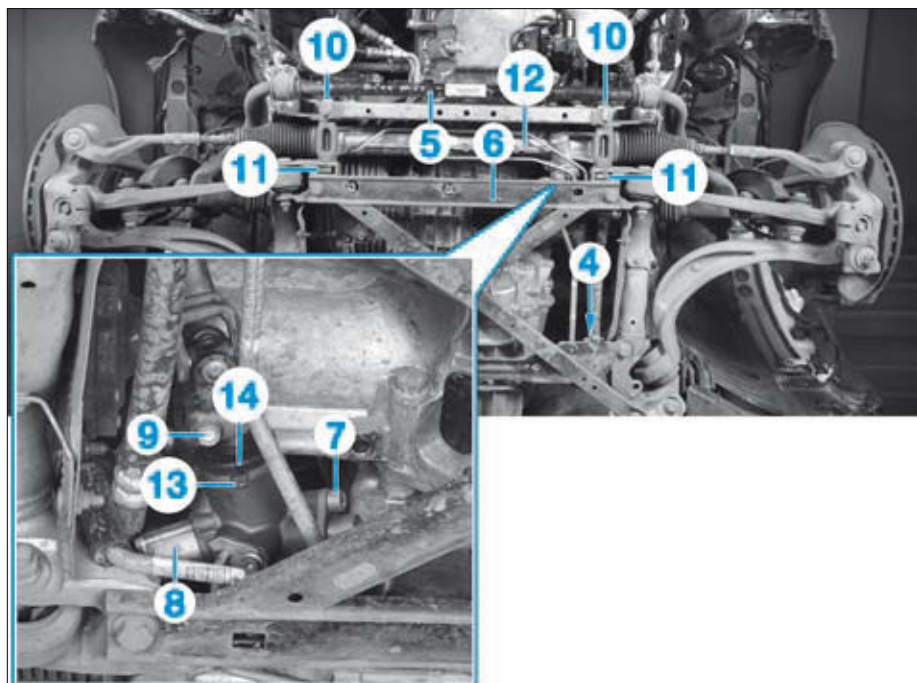

FIG. 13
- la vis du support des canalisations (4) (Fig.13),
- la barre stabilisatrice (5),
- le renfort de berceau (6).
- Dévisser la vis (7) et retirer les canalisations hydraulique de la valve.
- Débrancher le connecteur de l'électrovanne servotronic (8).
- Dévisser la vis (9) de l'arbre intermédiaire de la colonne de direction.
- Dévisser les vis (10) et retirer les écrous (11).
- Guider le boîtier de direction (12) légèrement vers la droite puis l'extraire.
- Amener le boîtier de direction assistée en position médiane en amenant le repère (13) en face du repère (14) (Fig.13).